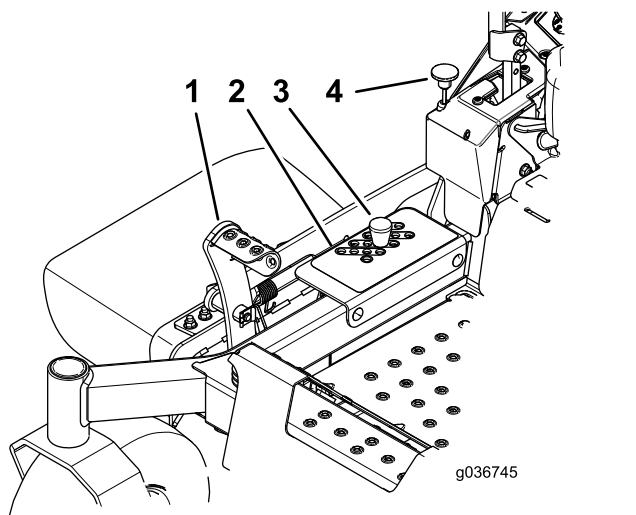

Figure 35
2. Appuyez sur la pédale de levage du tablier avec le pied et élevez le tablier à la position de **TRANSPORT** (qui est aussi la position de hauteur de coupe de 127 mm [5 po]), comme montré à la **Figure 35**.
3. Retirez l'axe du support de hauteur de coupe (**Figure 35**).
4. Placez la goupille dans le trou du support correspondant à la hauteur de coupe voulue (**Figure 35**).